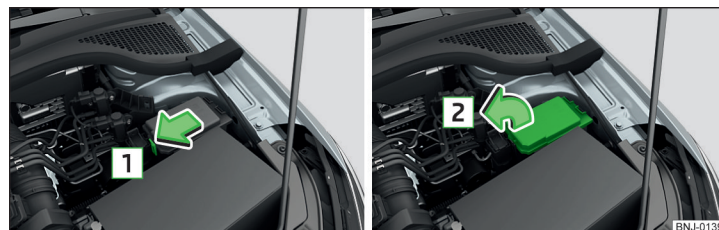

Fig. 203 Rimuovere il coperchio
- Premere il tasto di blocco del coperchio in direzione della freccia e rimuovere il coperchio in direzione della freccia » fig. 203.